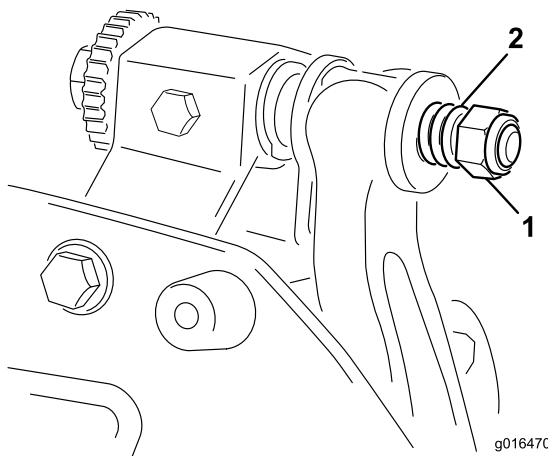

Figura 23
6. Serrate il dado di tensione della molla finché la molla non si schiaccia, quindi allentate di 1/2 giro (Figura 23).